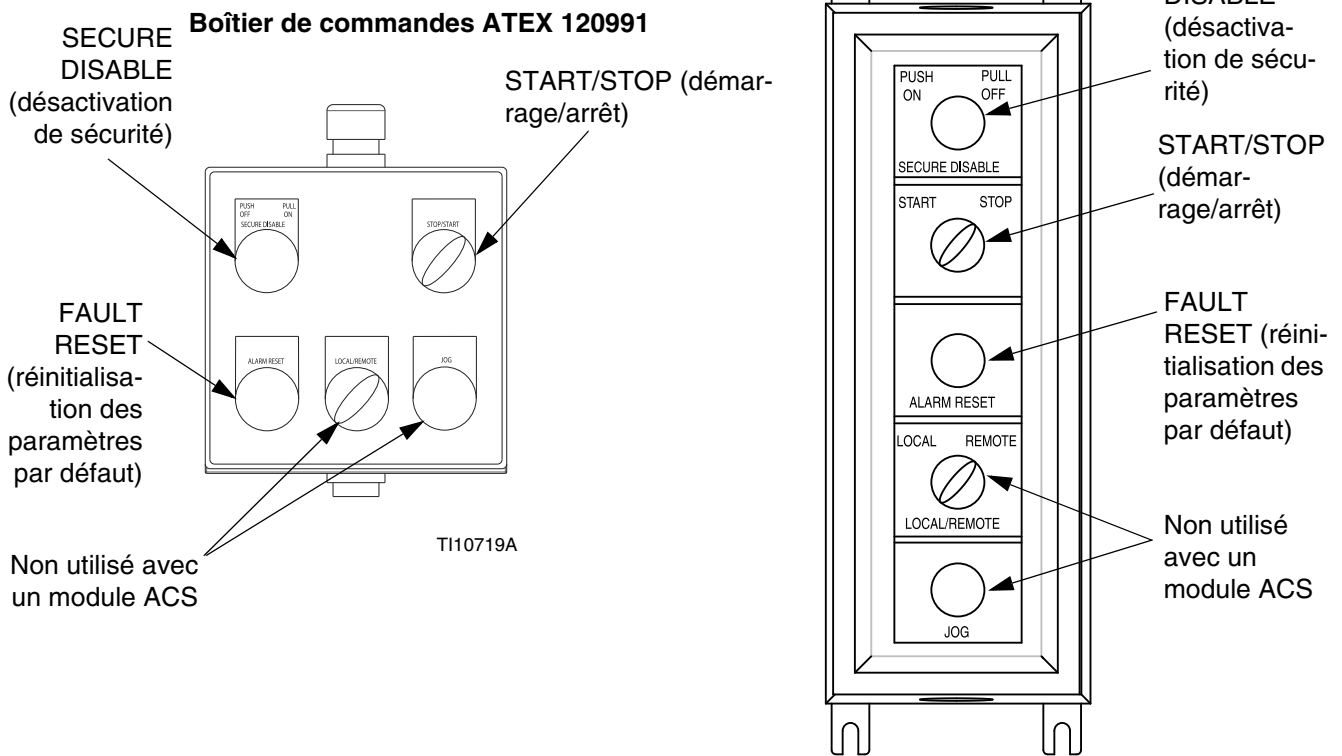

FIG. 14. Boîtier de commandes locales
Consultez la FIG. 1 page 9 et la FIG. 14. Installez le boîtier de commandes locales (C) dans la zone dangereuse, aussi prêt que possible de la pompe.